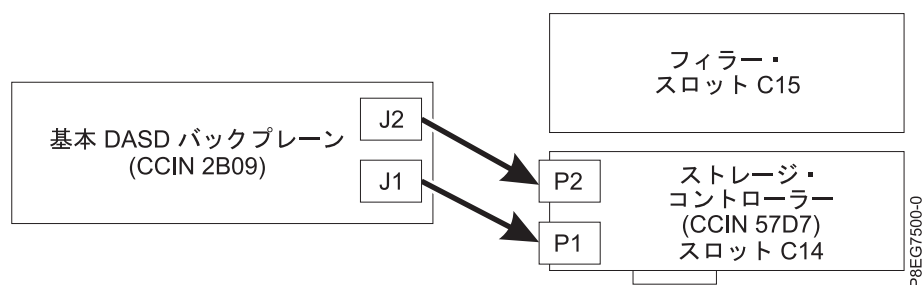

図 18. 基本ストレージ構成での SAS ケーブルの再接続
- スロット P1-C14 (基本ストレージ・フィーチャー) に 1 つの PCIe3 x8 SAS RAID 内部アダプター (CCIN 57D7) がある場合は、1 本の SAS ケーブルが、下部のディスク・ドライブ・バックプレーン・コネクタ (J1) からアダプター上の P1 に接続されています。もう 1 本の SAS ケーブルが、上部のディスク・ドライブ・バックプレーン・コネクタ (J2) から同じアダプターの P2 コネクタに接続されています。図 18 を参照してください。